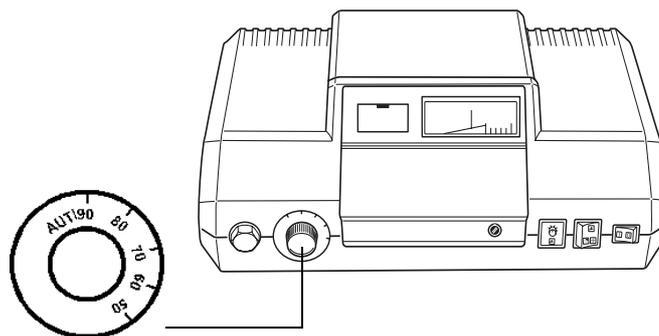

Рис. 1
- Снять ручку регулятора (рис. 1).